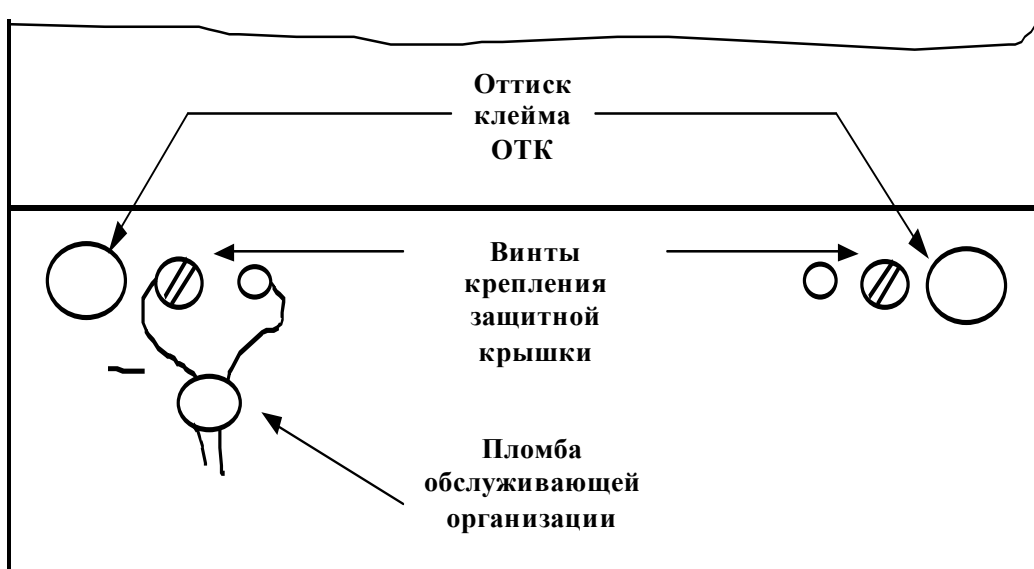

Рисунок 17 – Пломбирование коммутатора и крепление защитной крышки
- снять пломбу обслуживающей организации, отвернуть два винта крепления и снять защитную крышку (рисунок 17);